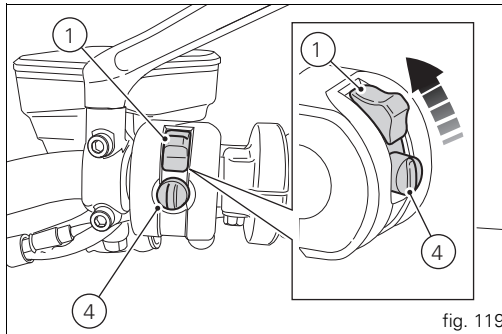

fig. 119
Desplazar el interruptor rojo (1) hacia arriba para dejar al descubierto el pulsador negro (4, fig. 119).
El motor se apaga cuando se coloca la tecla roja (1, fig. 119) del manillar en RUN OFF.